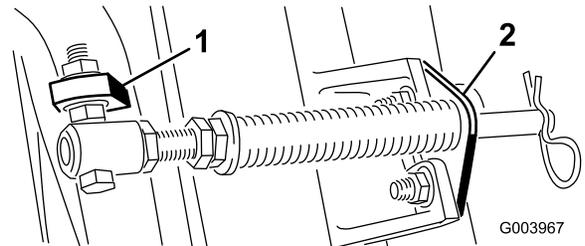

図 6
- C. スプリングチューブのボルトを、反対側のキャリアフレームのタブに取り付け、フランジナットで固定する。図 6に示すように、ボルトの頭部がタブの外側を向くように取り付けること。
- D. カッティングユニットのタブにロッドブラケットを取り付け、キャリッジボルト2本とナットで固定する(図 6)。